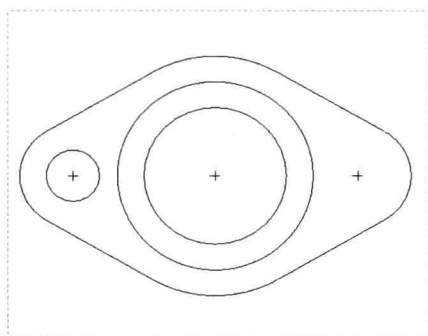

图 3-21 图形文件
Step 01 按【Ctrl+O】组合键，打开图形文件，如图 3-21 所示，在“功能区”选项板的“草绘”选项卡中，单击“操作”面板中的“选择”按钮